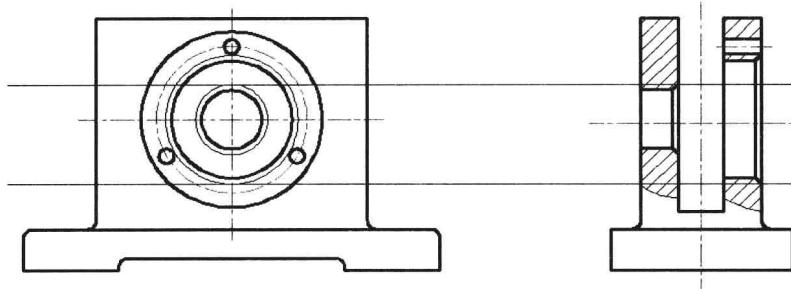

图 11-1-23
(25) 单击“构造线”按钮 C ，捕捉并单击右视图中的倒角线端点，绘制水平辅助线。单击“圆心、半径”按钮 O ，捕捉并单击同心圆圆心，捕捉并单击辅助线与对称线的交点，创建两个圆对象，如图 11-1-23 所示。单击辅助线，按 Delete 键删除。